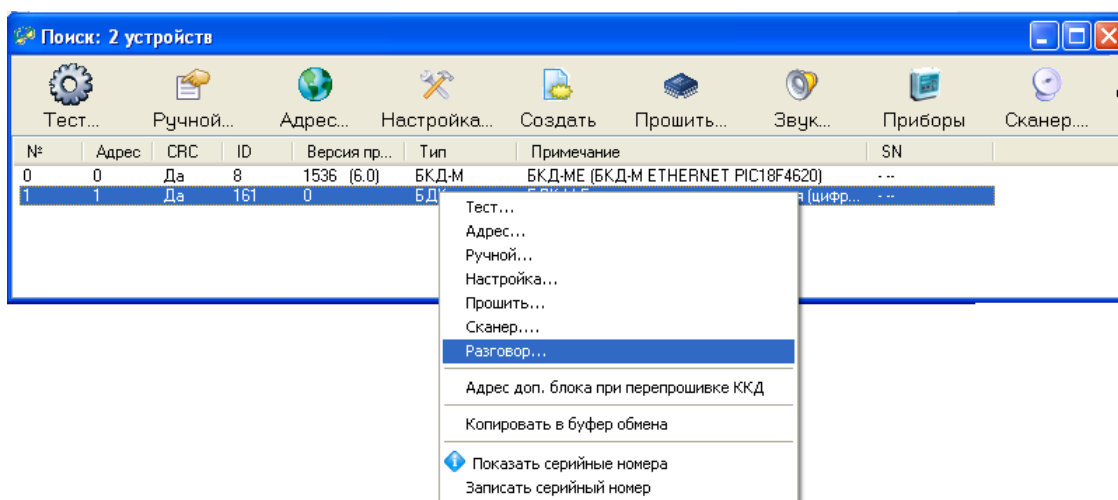

Рисунок 19 - Пункт меню "Разговор"
3. В контекстном меню выбрать пункт «Разговор» (рисунок 19).